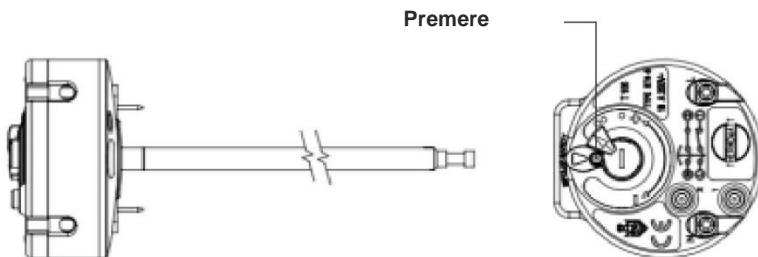

Fig. 3 Schema per il corretto Riarmo manuale della sicurezza termostato
La regolazione della temperatura dell'acqua nel serbatoio interno avviene mediante la rotazione della manopola del termostato (10) posta sulla calotta di protezione dello scaldacqua. Il termostato contiene anche il dispositivo di sicurezza e protezione che, in caso di anomalia provoca l'apertura del circuito di alimentazione alla resistenza elettrica in caso di riscaldamento dell'acqua più di +93°C (±5°C). Durante l'utilizzo il corpo dello scaldacqua può riscaldarsi. Nel caso intervenga la sicurezza sul termostato, Il ripristino va eseguito premendo l'interruttore di sicurezza che si trova dietro la calotta di protezione dello scaldacqua. (Fig. 3).